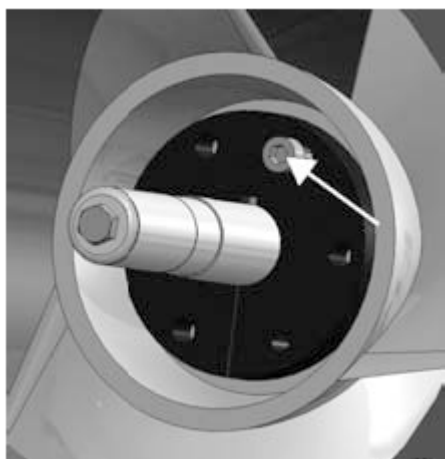

Figura 48. Smontaggio della girante
2. Inserire un bullone nel foro filettato (figura 48) e stringerlo finché il cono non si allenti.